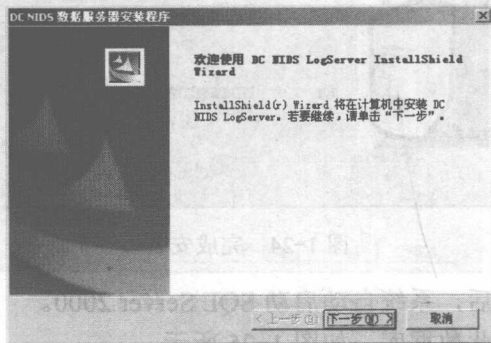

图 1-28 开始进行数据服务器的安装
2) 读取软件包的内容后，系统提示开始进行数据服务器的安装，单击“下一步”按钮即可，如图 1-28 所示。